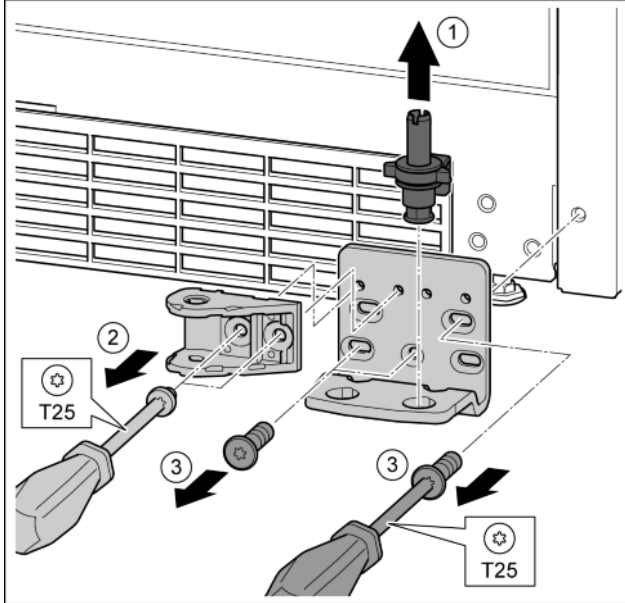

Fig. 28
- ▶ Опорний гвинт цілком витягніть рухом вгору. *Fig. 28 (1)*
- ▶ Викрутіть гвинти за допомогою викрутки T25 та зніміть з'єднувальний елемент демпфера. *Fig. 28 (2)*
- ▶ Викрутіть гвинти за допомогою викрутки T25 та зніміть опорний кронштейн. *Fig. 28 (3)*